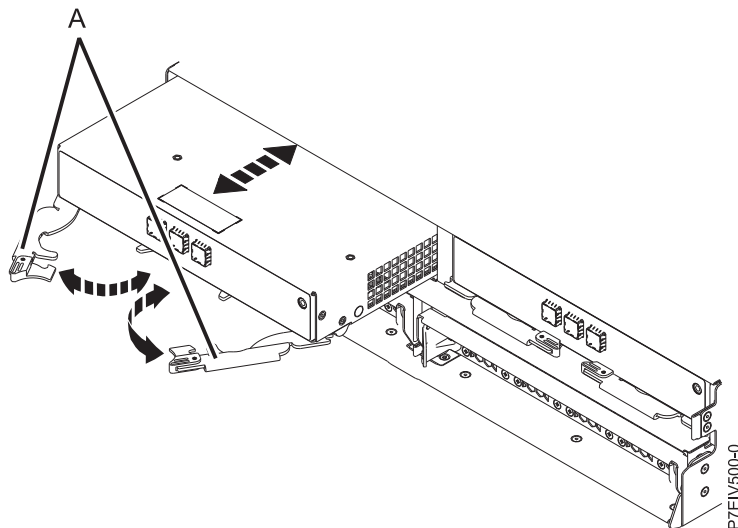

図 1. ディスク・ドライブ・エンクロージャーからの ESM の取り外し
- b. 図 1 に示すように、2 つのリリース・レバー **(A)** を開きます。